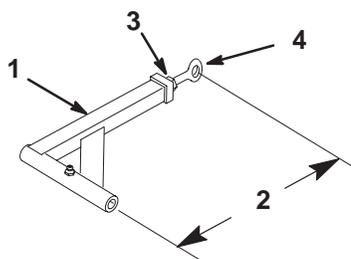

Figure 52
1. Pour régler les bras de poussée, desserrez l'écrou de blocage et tournez la rotule dans le sens anti-horaire, un tour à la fois (Fig. 52).
2. Réglez chaque côté de la même façon. La longueur nominale de chaque bras de poussée doit être de 389 mm (15-5/16") (Fig. 52).